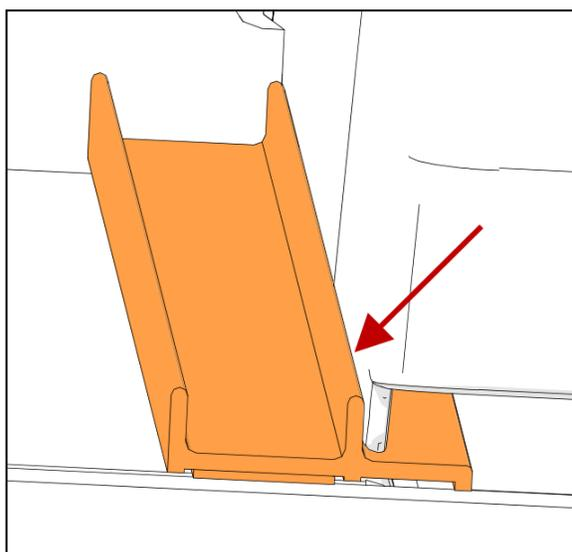

FIGURE 17
28. Pour la position longitudinale, aligner la lèvre médiane de la bande sur la face latérale de l'aile (voir Figure 17 qui illustre la vue de dessous).